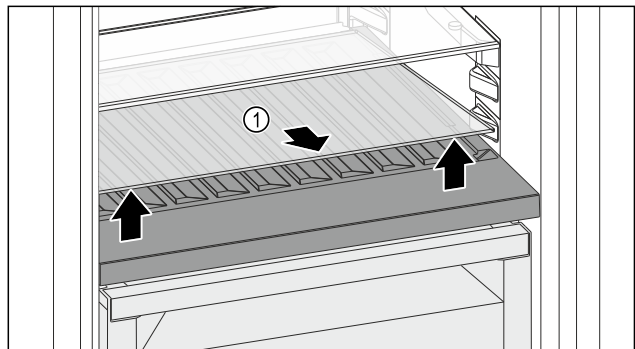

Fig. 149
- Soulever la plaque de verre Fig. 149 (1) au niveau de l'évidement avant et la retirer.
- Entreposer la plaque de verre Fig. 149 (1) dans un endroit sûr hors de l'appareil.
- Insérer la plaque de verre (2) sous le compartiment à bouteilles amovible.